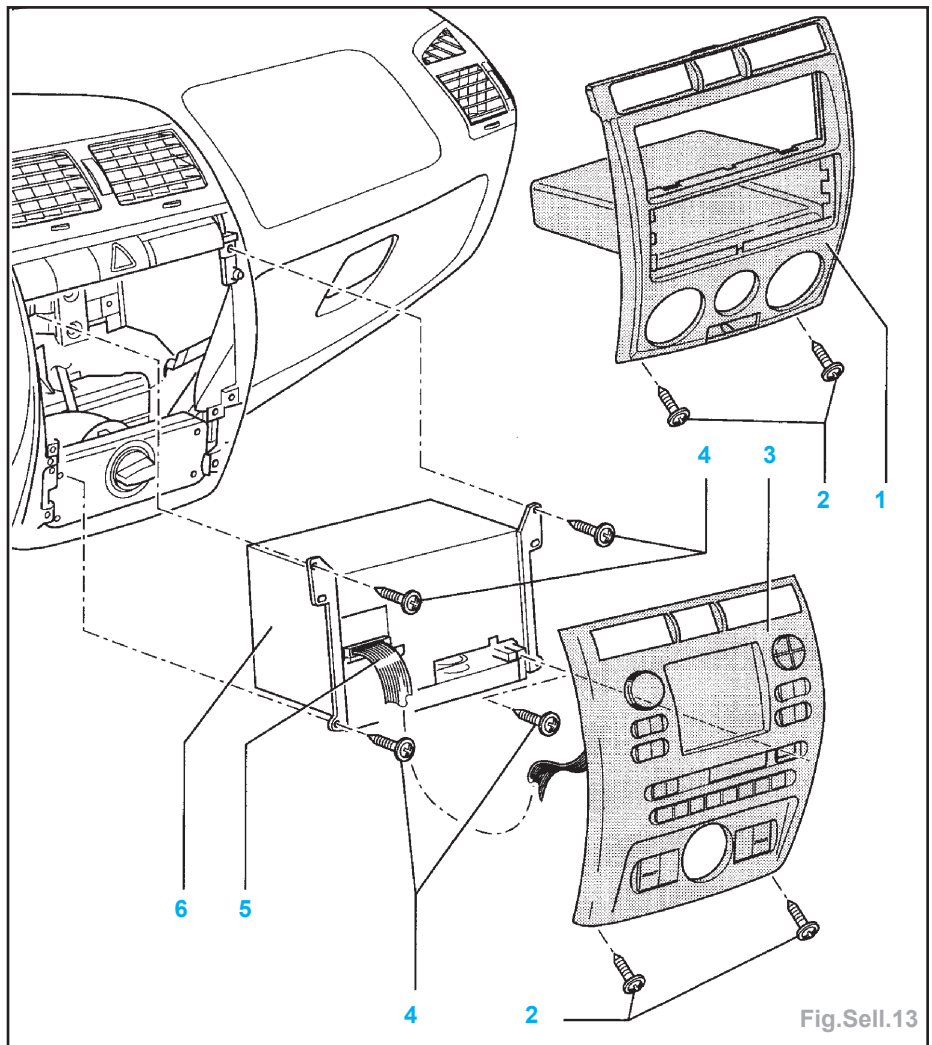
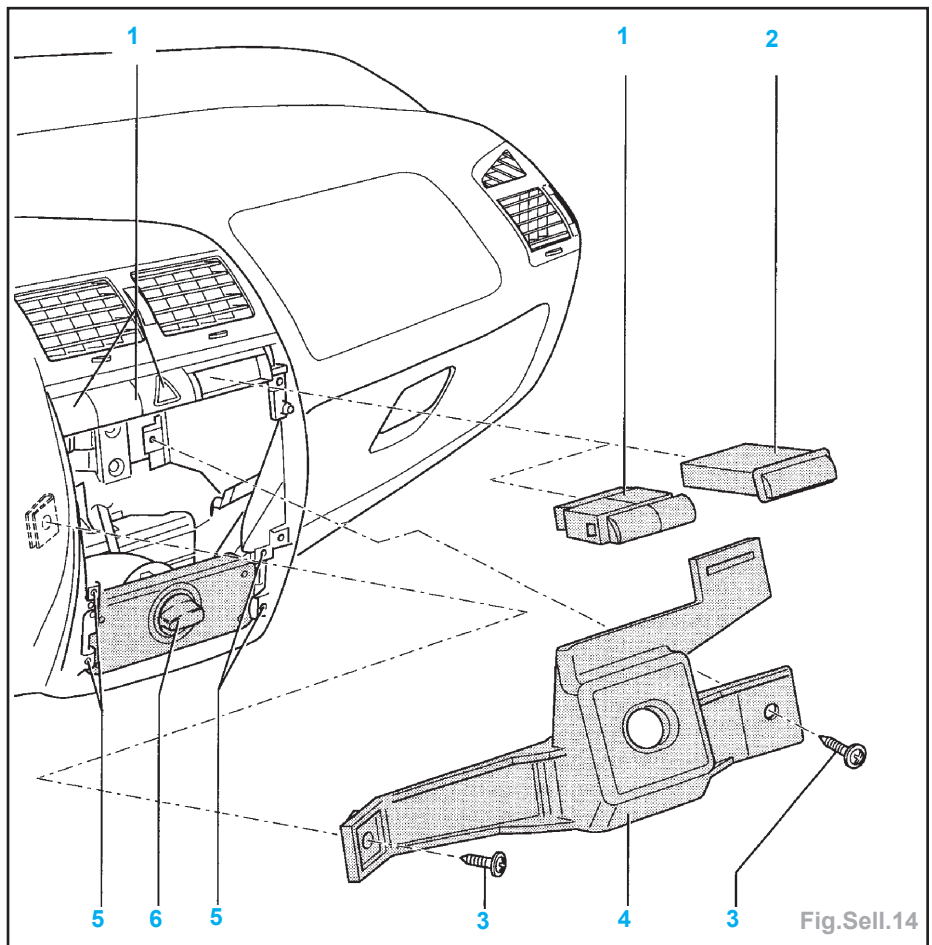
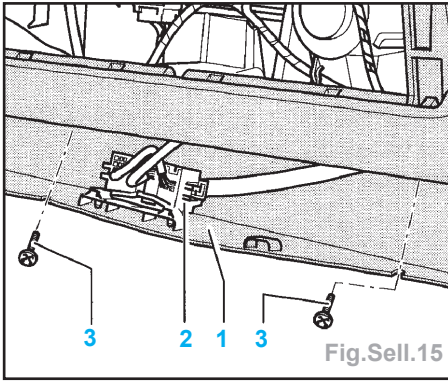

Fig.Sell.13
Fig.Sell.14
Fig.Sell.15
- Dévisser les vis (flèches) et retirer le commodo de direction (1).
- Sur véhicules avec l'écran (1), déposer l'autoradio, si nécessaire (Fig.Sell.13).
- Dévisser les vis (2) et retirer l'écran (1) ou (3) en bas et pousser hors de l'ancrage du tableau de bord en haut.
- Sur véhicules avec l'écran (3), débrancher prudemment le connecteur du câble de bande plate (5) du module d'autoradio.
- Déposer les vis (4) et extraire le module d'autoradio (6) du tableau de bord. Débrancher les connecteurs sur l'arrière du module d'autoradio (6).
- Extraire les commutateurs (1) et débrancher les connecteurs ou le porte-carte (2) (Fig.Sell.14).
- Déposer les vis (3) et déposer le support (4) (du module d'autoradio) du tableau de bord.
- Déposer les vis (5) et repousser sous le tableau de bord la régulation du chauffage et de l'air frais (6).
- Déposer les vis (3) et rabattre le revêtement de l'espace de pied côté passager avant (1) (Fig.Sell.15).
- Déclipser la connexion à fiche (2) de sa fixation sur le cache (1).